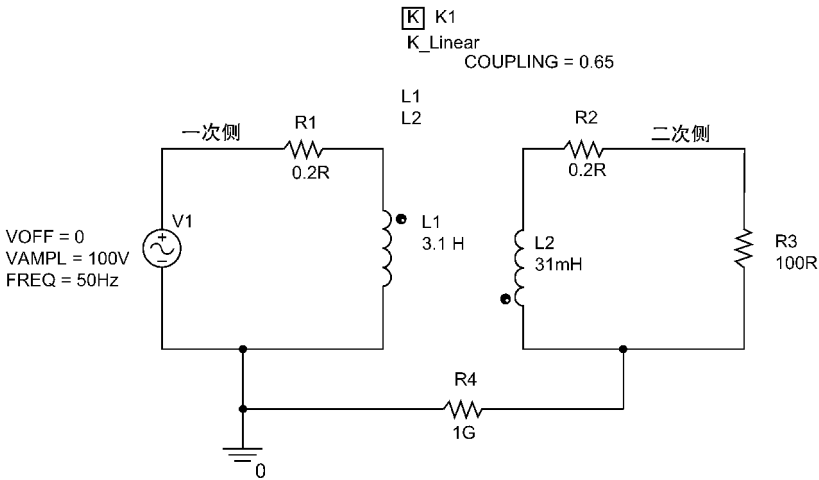

图 9.6 线性变压器
1. 创建名称为 Linear Transformer 的新仿真项目，然后绘制如图 9.6 所示的电路图。其中电感、电阻和磁心 K_Linear 均选自 analog 元器件库。V1 为正弦波信号源 VSIN，选自 source 库，耦合系数设置为 0.65。